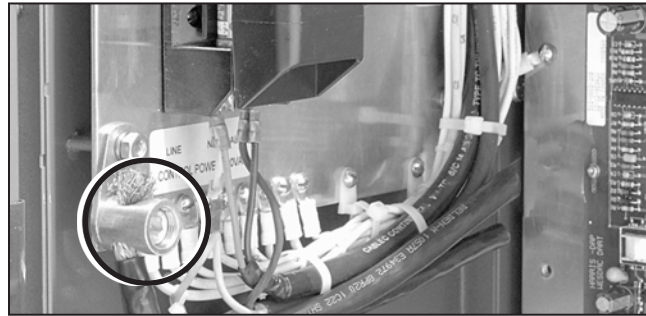

Figura 95. Zapata de cobre y bloque de fusible.
- (g) Conecte el cable grueso blindado a la zapata de cobre que está en la placa de tierra del gabinete para baja tensión. Ver Figura 95.
Conecte la línea y el neutro al bloque de fusibles. Vea la etiqueta que está abajo del mismo. Ver Figura 95.